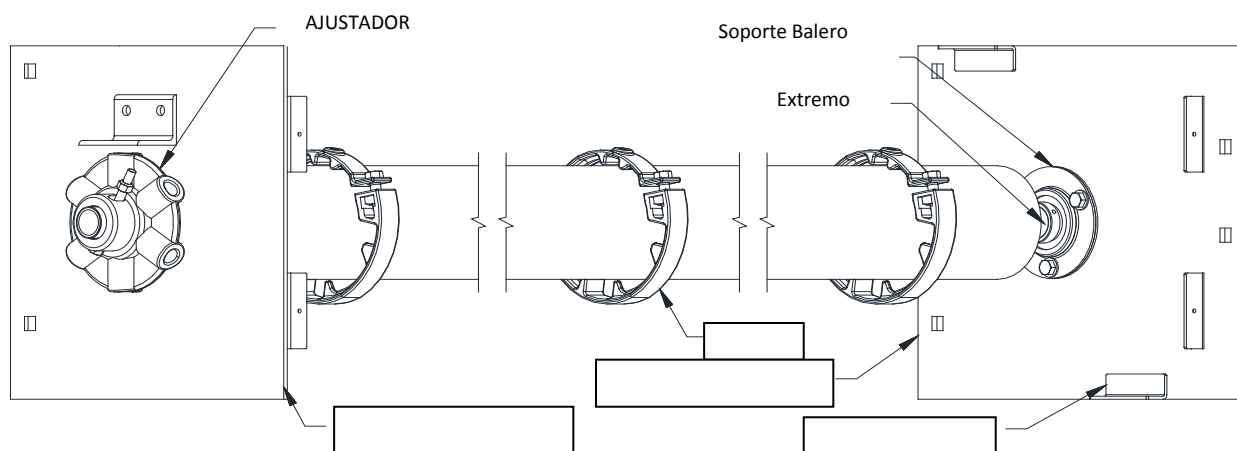

Figura 6.4 – Soportes y Barril antes de la instalación.
9. Localizar los soportes. Determinar los soportes del “ajustador” y “operador” viendo la **Figura 6.4**. El soporte del “operador” puede variar de manera importante con base en la operación de la puerta. El soporte del “ajustador” contiene una etiqueta con las instrucciones del ajuste de resorte.